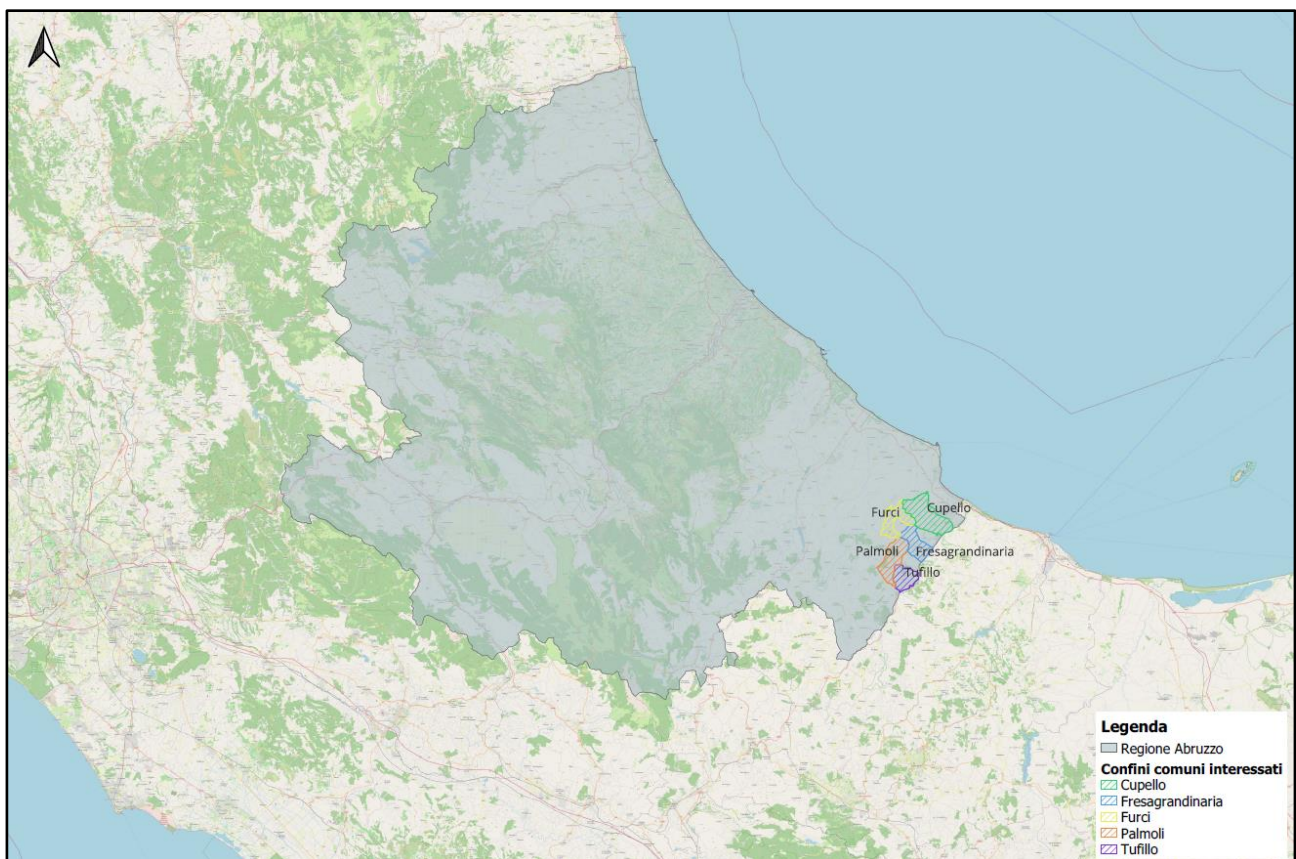

Figura 2.1: Inquadramento territoriale - Limiti amministrativi comuni interessati
L'impianto interessa prevalentemente i Comuni di Cupello (CH), dove ricadono 3 aerogeneratori, Fresagrandinaria (CH), dove ricadono 2 aerogeneratore, la SEU e SE RTN Terna 380/150/36 kV, Palmoli (CH), dove ricadono 2 aerogeneratori, Tuffillo (CH), dove ricadono 2 aerogeneratori, e Furci (CH), dove ricadono 2 aerogeneratori (**Figura 2.1**).